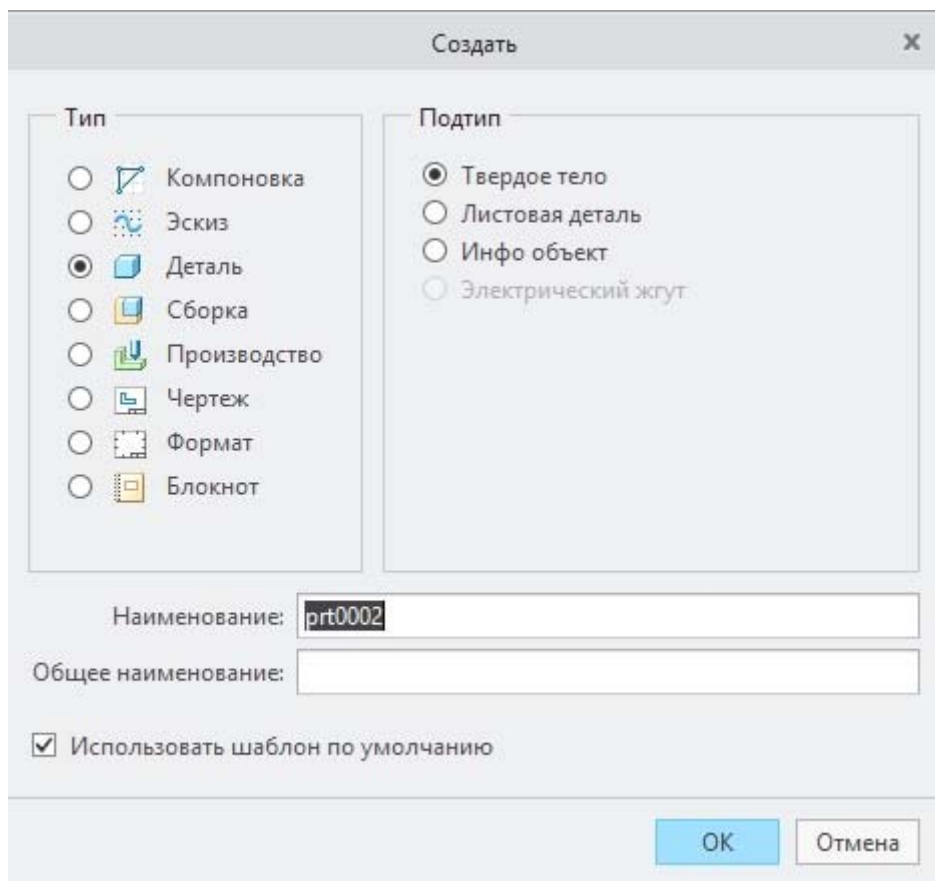

Рис. 1.5 – Диалоговое окно создания нового документа
-  – **Создать** – создать новый документ для модели, чертежи, сборки, отчета, схемы и т. п.; открывает диалоговое окно **Новый** (рис. 1.5);